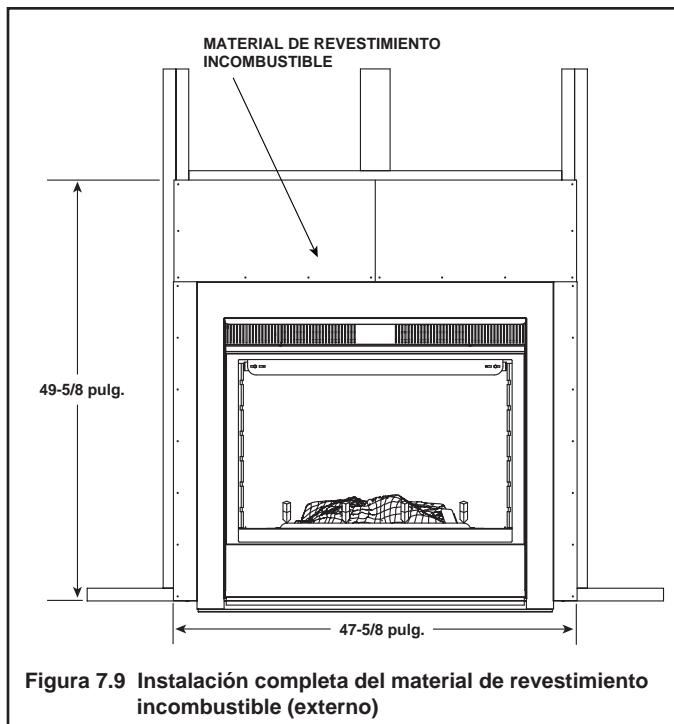

Figura 7.9 Instalación completa del material de revestimiento incombustible (externo)
- Fije las piezas laterales al armazón. (Consulte la Figura 7.9).